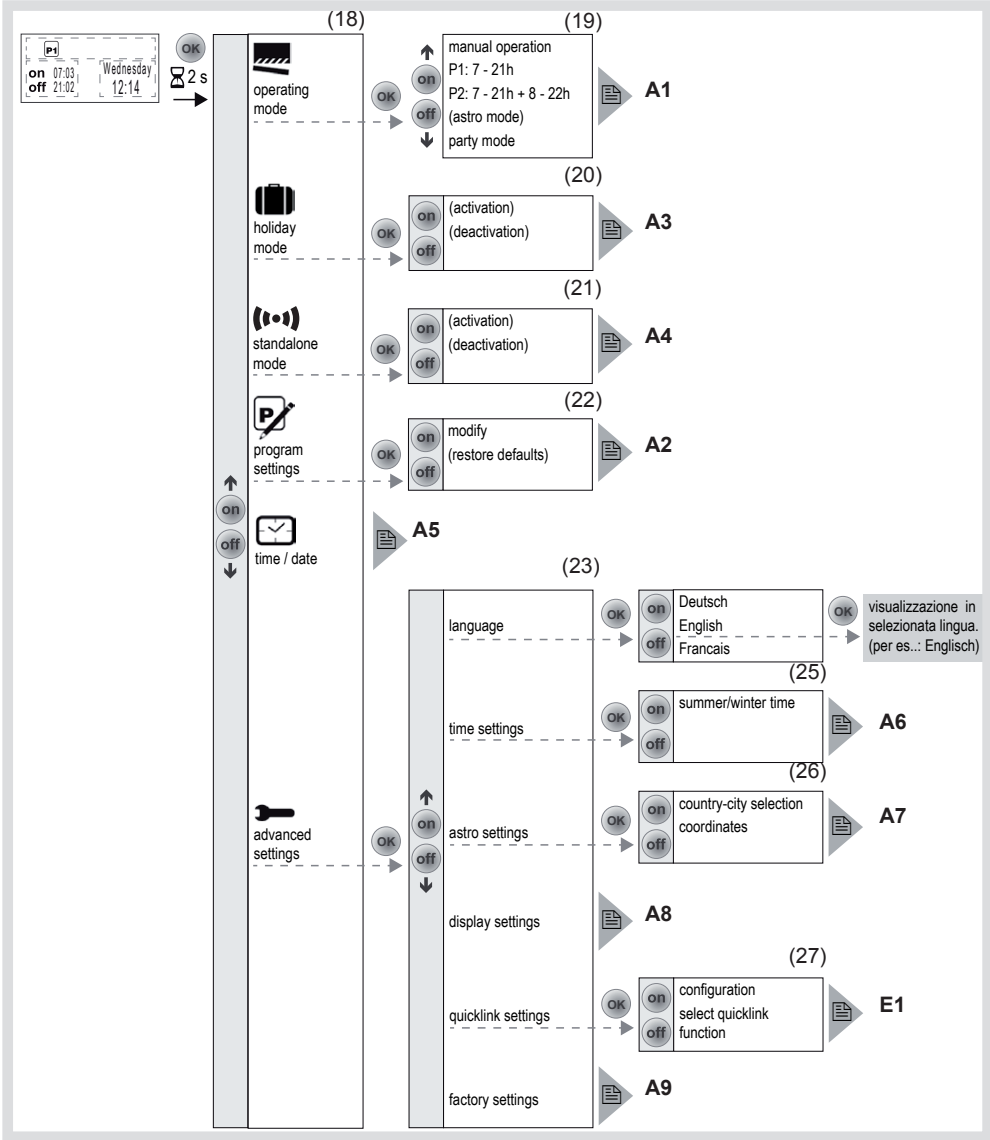

Figura 4: panoramica menu
La figura 4 mostra una panoramica delle funzioni nei menu/menu secondari: **A..** per l'utente ed **E..** per l'elettricista si riferiscono ad alcune sezioni con ulteriori informazioni. Le voci di menu tra parentesi son visibili in funzione dello stato di programmazione dell'orologio.
L'apparecchio mostra il menu secondario di selezione programma (figura 4, 19). Il programma scelto per ultimo è evidenziato.
Per i programmi preimpostati in fabbrica si possono utilizzare le opzioni **modify** o **restore defaults** (Figura 4, 22):
Il timer si trova nel menu secondario **holiday mode** (Figura 4, 20).
Il timer si trova nel menu secondario **standalone mode** (figura 4, 21).
Nel menu principale (figura 4, 18) la voce **time / date** è evidenziata.
Il display mostra il menu secondario **time settings** (Figura 4, 25).
Il display mostra il menu secondario **astro settings** (Figura 4, 26).
**Yes:** il display torna alla visualizzazione principale. Il programma Astro viene svolto e appare il simbolo corrispondente (tabella 1) sul display (figura 2, 13). Le impostazioni Astro vengono memorizzate e Astro è aggiunto nella scelta dei programmi (figura 4, 19).
**No:** il display torna alla visualizzazione principale. Le impostazioni Astro vengono memorizzate e Astro è aggiunto nella scelta dei programmi (figura 4, 19).
Nel menu secondario Impostazioni di base (figura 4, 23) **display settings** è evidenziato.